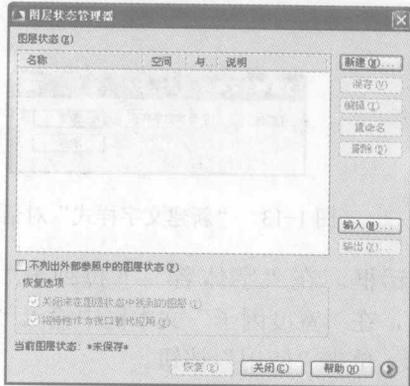

图 1-8 “图层特性管理器”对话框
1) 单击“图层特性管理器”对话框左上方的  按钮, 弹出如图 1-8 所示的“图层状态管理器”对话框。